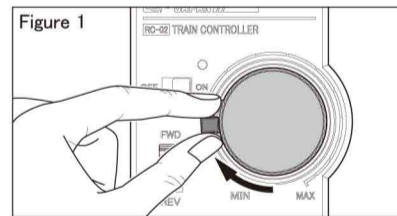
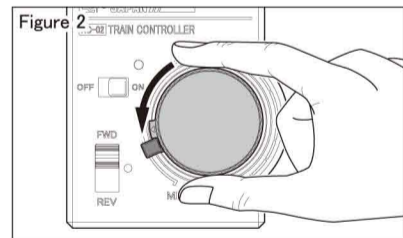

Figure 1
Figure 2
2. Drehen Sie den Geschwindigkeitsregler zusammen mit der Arretierung [1] nach rechts (auf). Der Zug (Lok) setzt sich in Bewegung (Figure 1). Drehen Sie den Geschwindigkeitsregler nun zusammen mit der Arretierung langsam zurück bis der Zug (Lok) anhält und die Lichter aber immer noch leuchten (Figure 2).